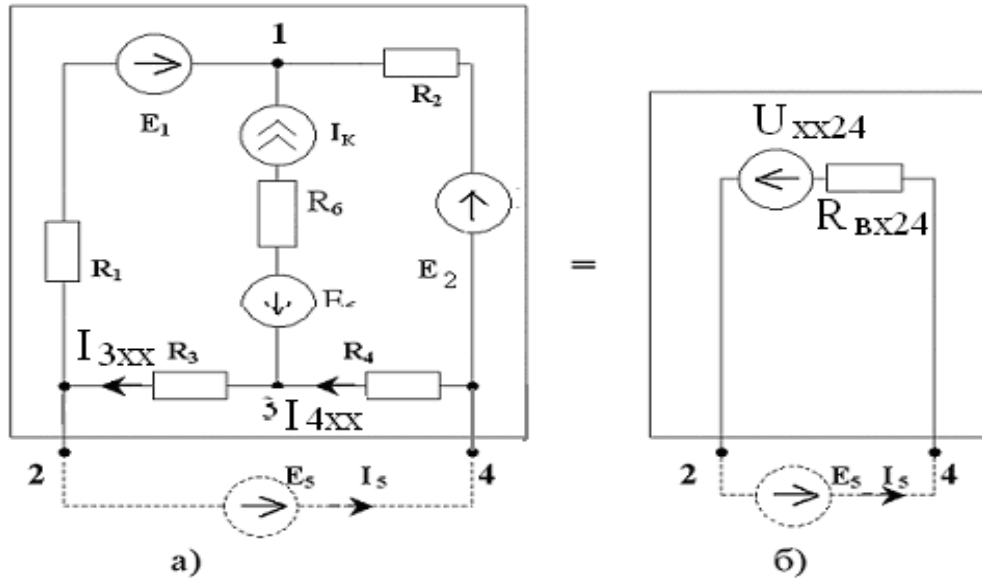

Рис. 3
6. Найдем ток  $I_5$  методом эквивалентного генератора. Рассмотрим  $5^{y10}$  ветвь как нагрузку активного  $2^x$ -полюсника (рис. 3а)
Входное сопротивление активного  $2^x$ -полюсника рис. 3а находим по схеме рис 3 в):
Рис. 3 в